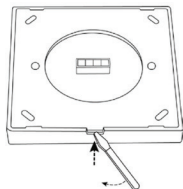

Рис.1. Отсоединение панели от основания.
3.2. Отсоедините лицевую панель от основания, аккуратно поддев её плоской отверткой (Рис.1).